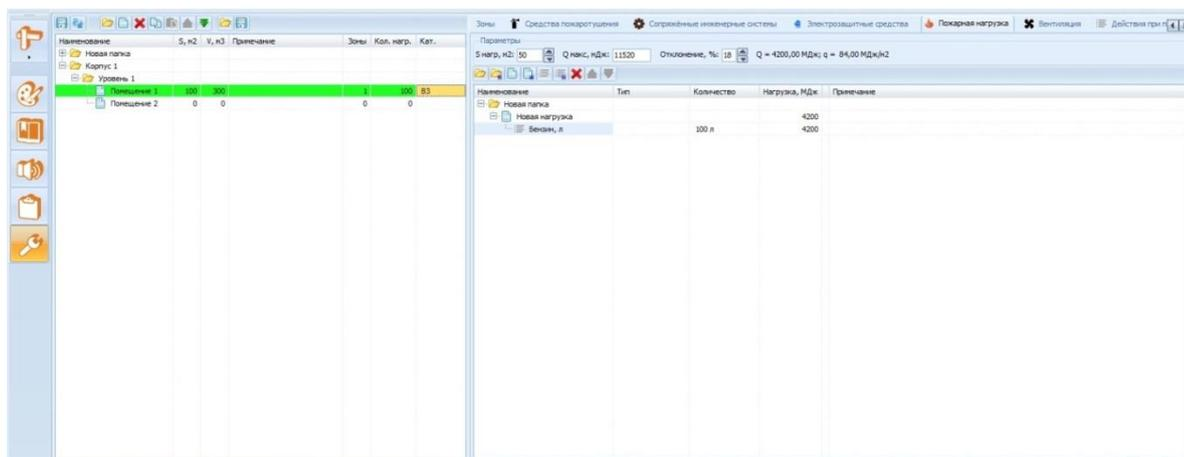

Рисунок 17.27 – Расчет пожарной нагрузки помещения
1) в поле **Параметры** ввести площадь помещения, которая участвует в расчетах (это необязательно все помещение) $S_{нагр}$, m^2 (рисунок 17.27), максимально допустимую нагрузку для выбранной категории пожарной опасности помещения – $Q_{макс}$, $МДж$, допустимое отклонение расчетной пожарной нагрузки от допустимой – *Отклонение %*.